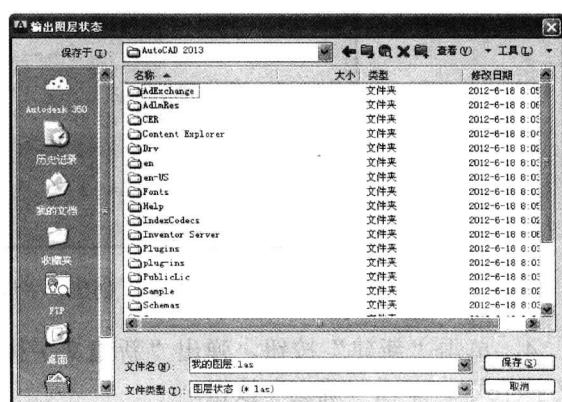

图 1-11 “输出图层状态”对话框
4. 单击“输出”按钮，弹出如图 1-11 所示的“输出图层状态”对话框，设置保存路径后，单击“保存”按钮，即可将设置的图层输出保存为“我的图层.las”文件。